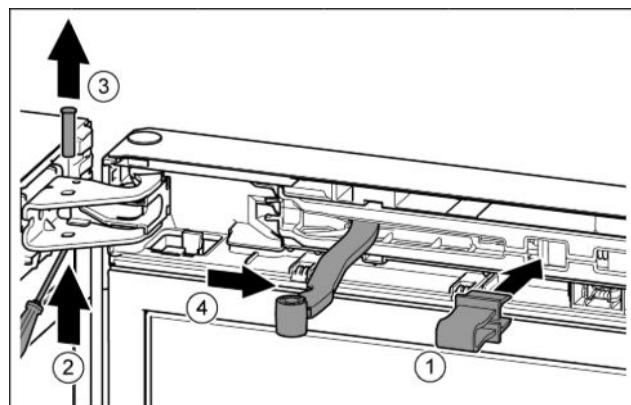

Fig. 7
- Introduire l'arrêteoir dans l'ouverture. Fig. 7 (1)
- Desserrer le boulon avec un tournevis. Fig. 7 (2)
- Sortir le boulon par le haut. Fig. 7 (3)
- Tourner l'articulation en direction de la porte. Fig. 7 (4)